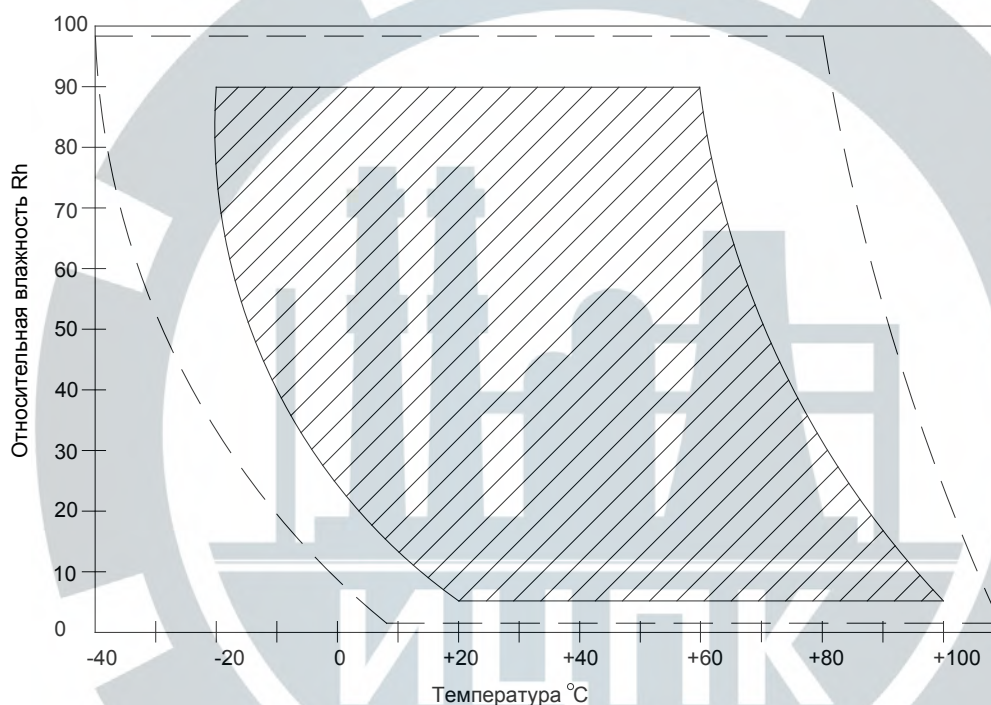

Рис. 3. Зоны допустимой эксплуатации микрологгера.
8.3 На рис.3 показаны зоны допустимой эксплуатации микрологгера при измерении влажности.